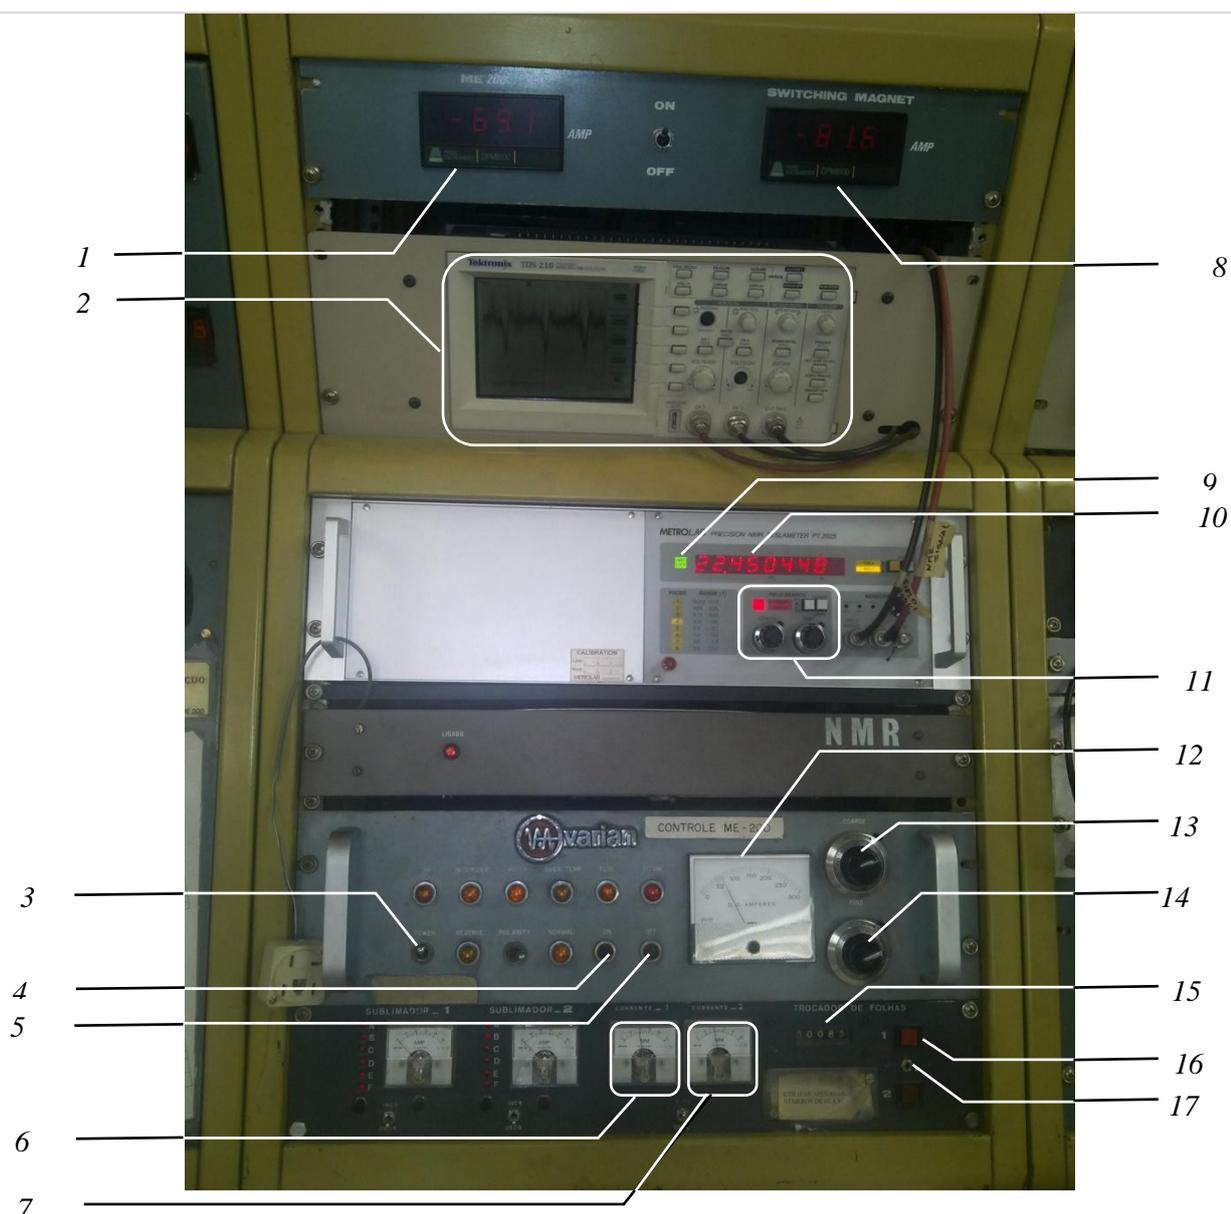

Figura 4 - Painel de Controle do NMR
3. Selecione a direção que o sistema vai se deslocar em função da posição em uso (dado pelo visor 15 - Figura 4) e daquela desejada. Para isto use a chave 17 da Figura 4 (direita aumenta posição e esquerda reduz).